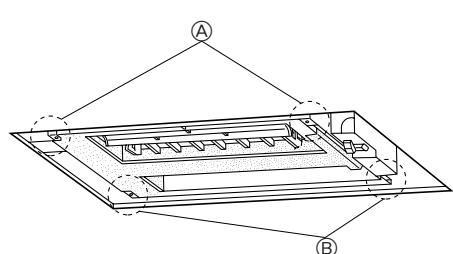

Fig. 5-2
5.2. Controles vóór bevestiging van het voorpaneel (Fig. 5-2, 3)